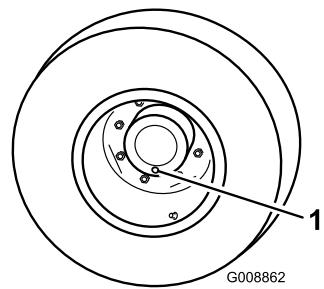

Figura 60
1. Com a máquina numa superfície nivelada, posicione a roda de forma a que o tampão de verificação/escoamento se encontre na sua posição mais baixa (6 horas) (Figura 60).